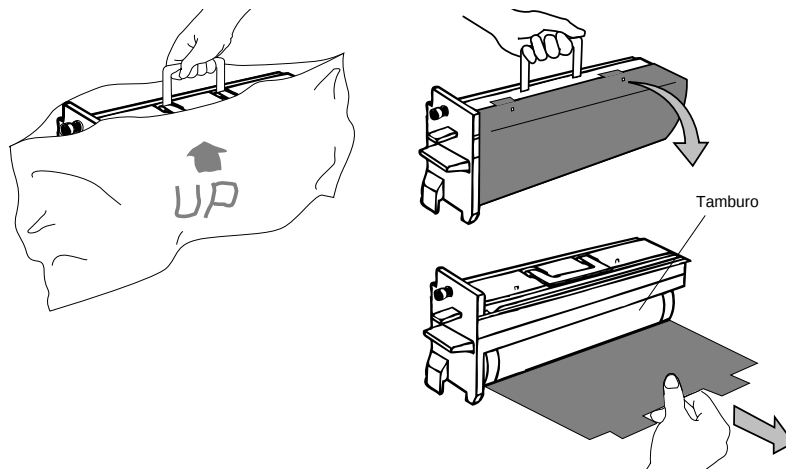

Figura 4-27 Disimballaggio del tamburo e rimozione del rivestimento protettivo
1. Aprire il pacco sigillato sottovuoto contenente il tamburo e rimuovere il tamburo, come mostrato nella Figura 4-27.
2. Afferrare il tamburo per la maniglia superiore, collocarlo su una superficie stabile e rimuovere con cura il rivestimento protettivo, come mostrato nella Figura 4-27.